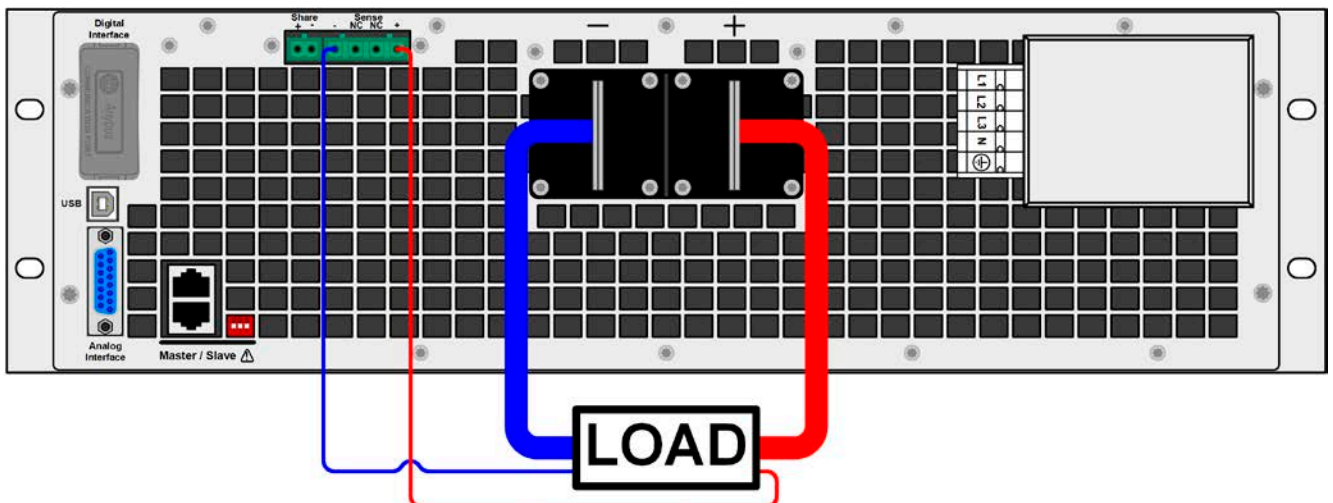

Рисунок 10 - Пример соединения удалённой компенсации
- Удалённая компенсация напряжения эффективна только при режиме постоянного напряжения (CV) и для других режимов работы, вход sense должен быть отключен по возможности, тогда как его подключение ведёт к увеличению колебаний.
- Кабели sense должны быть подключены + к + и - к - нагрузки, в противном случае sense вход источника питания будет поврежден. Смотрите Рисунок 10 ниже.